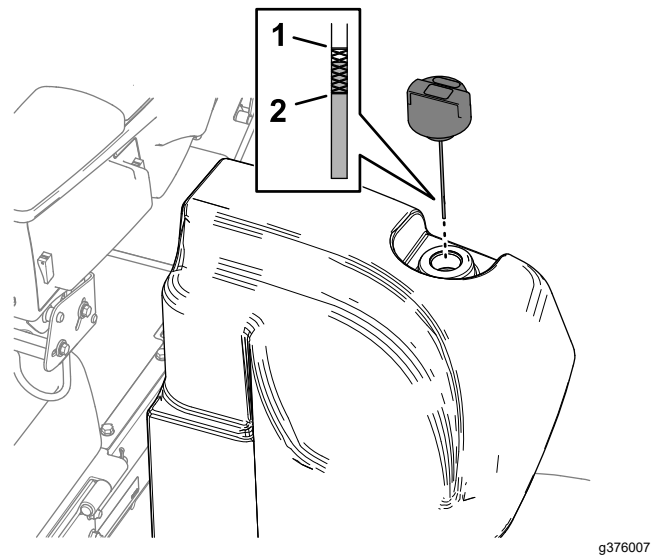

Bild 116
2. Reinigen Sie den Bereich um den Füllstutzen und den Deckel des Hydraulikbehälters (Bild 116).